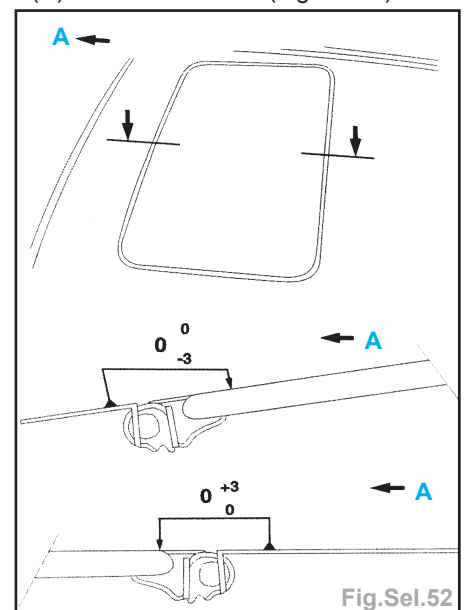

Fig.Sel.52
- (A) Avant du véhicule (Fig.Sel.52).